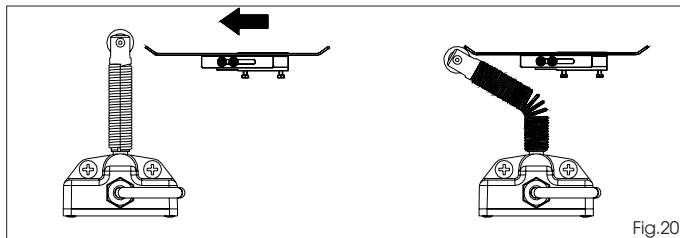

Fig.20
a) La plaquette doit activer le fin de course sur la partie profilée d'après la Fig. 20.